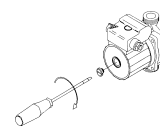

Figura 2-48
N.B. - Quando la caldaia rimane inattiva per un lungo periodo, prima di inserire l'interruttore generale, verificare che non sia bloccato l'albero motore del circolatore. per questa operazione occorre (Figura 2-48):